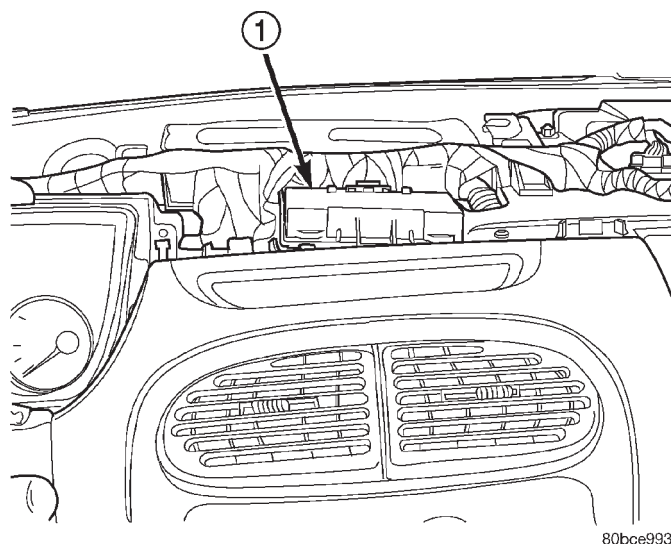

Fig. 3 UBICACION DEL MODULO DE RKE
- (2) Retire la cubierta superior del tablero de instrumentos. Consulte Carrocería, Tablero de instrumentos, Cubierta superior del tablero de instrumentos, Desmontaje.
- (3) Retire los dos tornillos que fijan el módulo de RKE en el conjunto del tablero de instrumentos (Fig. 3).
- (1) Instale el módulo RKE en el vehículo.
- (2) Conecte el conector de cableado RKE.
- (3) Instale los dos tornillos que fijan el módulo de RKE en el conjunto del tablero de instrumentos (Fig. 3).
- (4) Instale la cubierta superior del tablero de instrumentos. Consulte Carrocería, Tablero de instrumentos, Cubierta superior del tablero de instrumentos, Instalación.